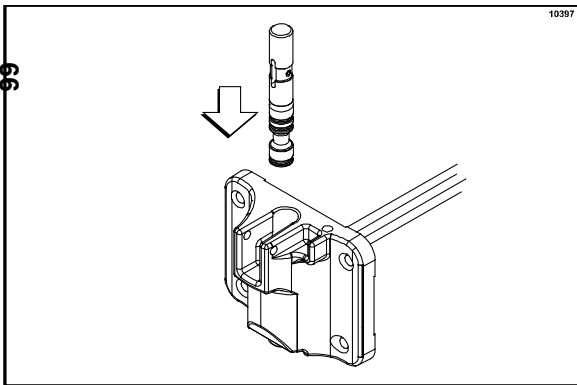

Figure 137
12. Insérer la vanne de sortie depuis le haut ; l'encoche de la poignée de sortie doit être positionnée vers l'avant (Cf. Figure 137).